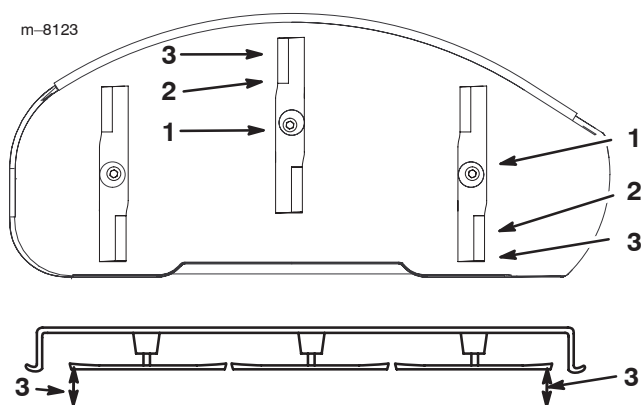

Figure 40
7. Réglez la hauteur de coupe à 76 mm (3 pouces) et tournez les lames avec précaution dans le sens longitudinal (Fig. 40).
8. Mesurez la distance entre la pointe de la lame avant (Fig. 40) et la pointe de la lame arrière par rapport à la surface plane. Si la pointe avant de la lame n'est pas de 1,6 à 7,9 mm (1/16 à 5/16 pouce) plus basse que la pointe arrière, réglez les tourillons avant.
11. Lorsque les deux tourillons sont réglés de la même manière, fixez les chapes en place à l'aide des goupilles fendues. Vérifiez de nouveau l'inclinaison avant/arrière. Poursuivez le réglage des chapes jusqu'à ce que la pointe avant de lame soit de 1,6 à 7,9 mm (1/16 à 5/16 pouce) plus basse que la pointe arrière (Fig. 40).